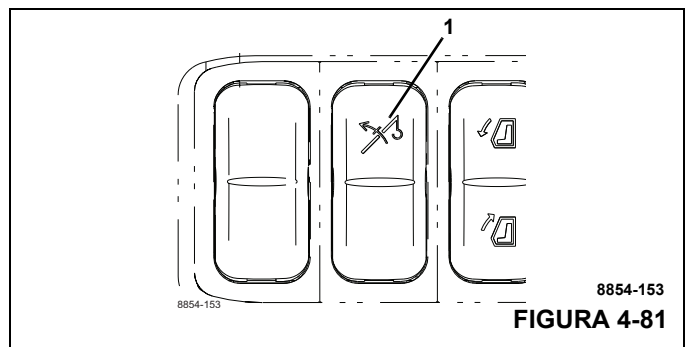

FIGURA 4-81
El botón (1, Figura 4-81) solo estará activo si el grado de utilización actual es menor que 100 % y los movimientos de la grúa están desactivados.
- Pulse el botón (1, Figura 4-81) y manténgalo pulsado.
- Ya no será necesario usar el botón (1).